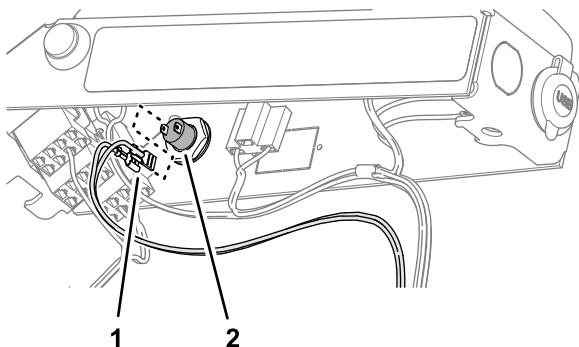

図 108
4. REMOTE ENGAGE SWITCHというラベルの付いたワイヤーハーネス分岐の端子を、プッシュボタンスイッチの端子に取り付けます (図 108)。